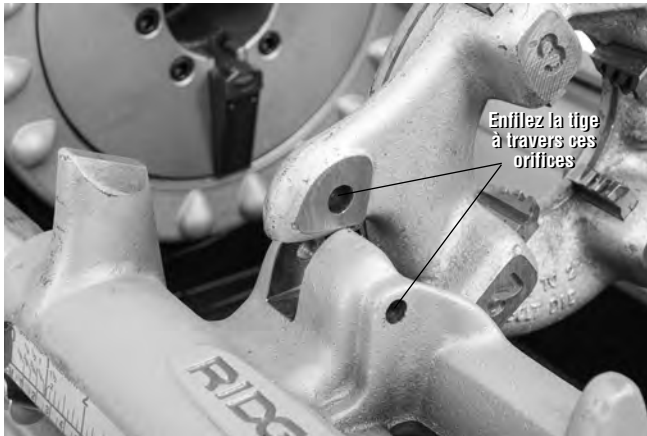

Figure 26 – Fixation de la tête de filière à gauche
3. Enfillez une tige $\varnothing \frac{5}{16}$ " de 2 pouces de long à travers l'orifice du bâti du chariot, puis celui de la tête de filière à gauche, afin de tenir la tête de filière en place (Figure 26).